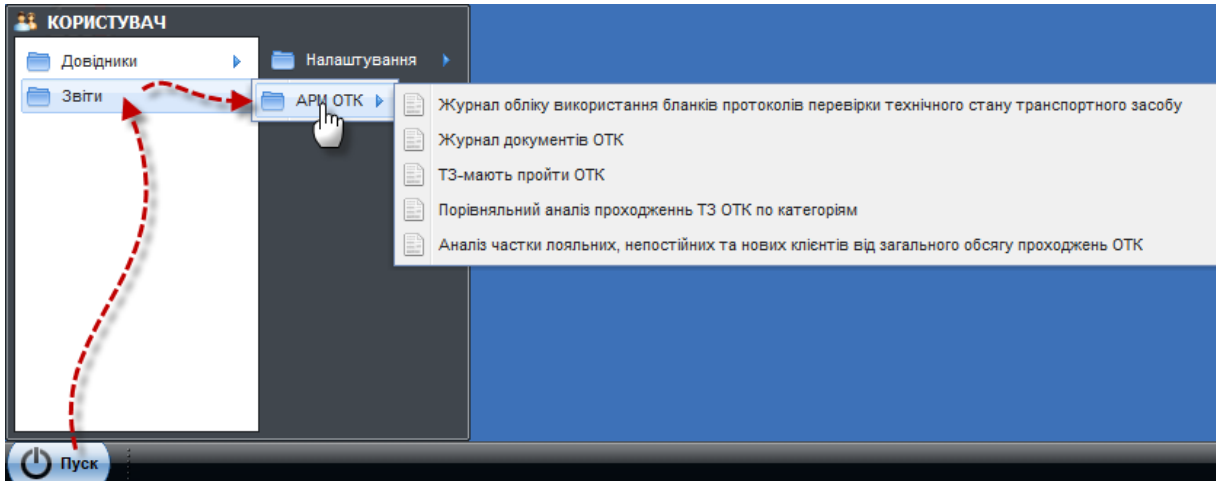

Рисунок 3.137
- 2) виконати дії, як показано на рис. 3.137.